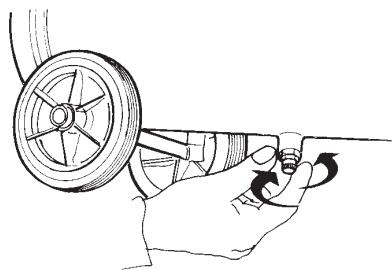

fig. 4
- veiller à ce que le robinet de déchargement de la condensation (fig. 4) situé au-dessous du réservoir soit fermé;
- Ôter le bouchon de déchargement de la condensation lorsque le réservoir est sous pression (*figure 4*).
Avant d'effectuer tout type d'intervention sur le compresseur, débranchez la fiche de la prise de courant et déchargez la pression du réservoir moyennant le robinet de déchargement de la condensation (*figure 4*); dévisser avec attention pour faire sortir l'aire lentement, des résidus métalliques pouvant être présents à l'intérieur du réservoir. L'entretien approprié et régulier de votre compresseur est la condition de base pour son fonctionnement correct ainsi que la garantie d'une longue durée.
Déchargement de la condensation (*figure 4*)